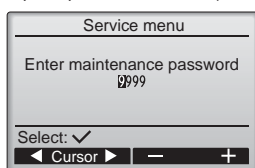

Fig. 6-2
① Выберите в главном меню пункт "Service" (Сервисное обслуживание) и нажмите кнопку
② При выборе сервисного меню появится окно с запросом пароля. (Fig. 6-2)